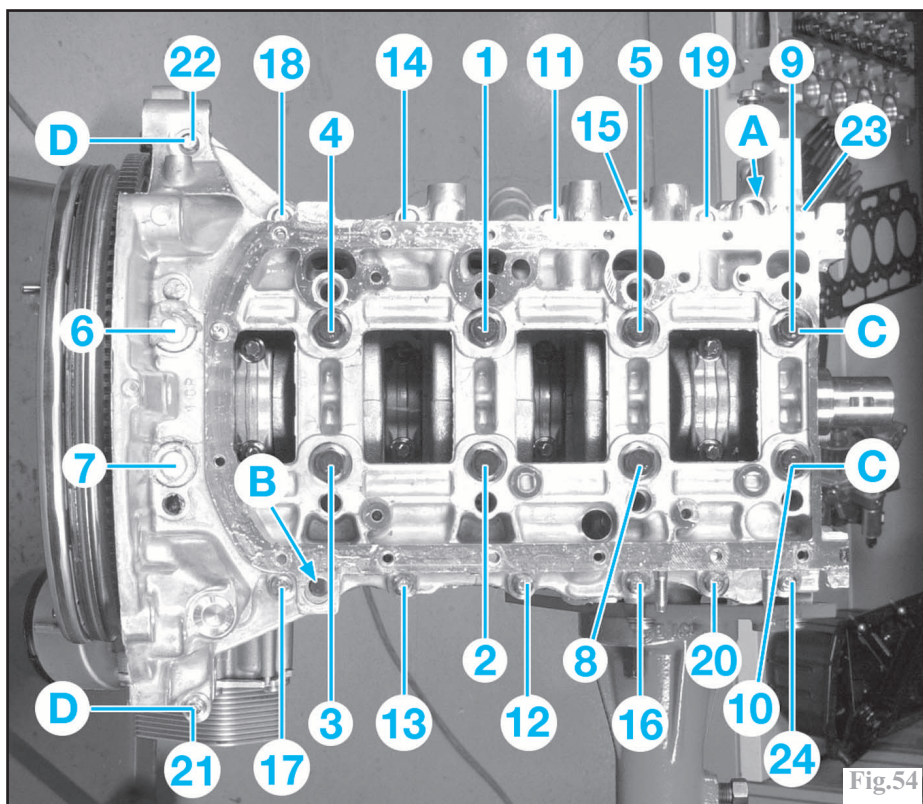

Fig.54
Monter le carter de chapeaux de paliers de vilebrequin sur le carter-cylindres en le centrant avec les 2 piges PSA 194.N en le centrant avec les 2 piges PSA 194.N en (A) et (B) (Fig.54).